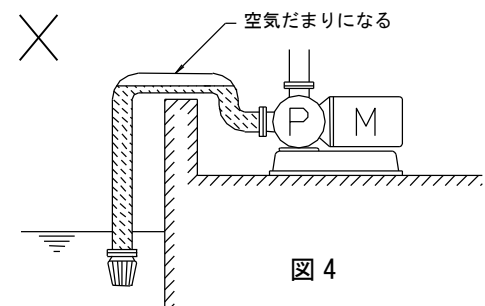

図 4
- (d) 吸込管は、図 4 のように配管の途中に空気だまりになる凸部を作らないようにしてください。空気だまりのために揚水できなったり、空運転になってポンプ内しゅう動部を焼き付かせたりする恐れがあります。